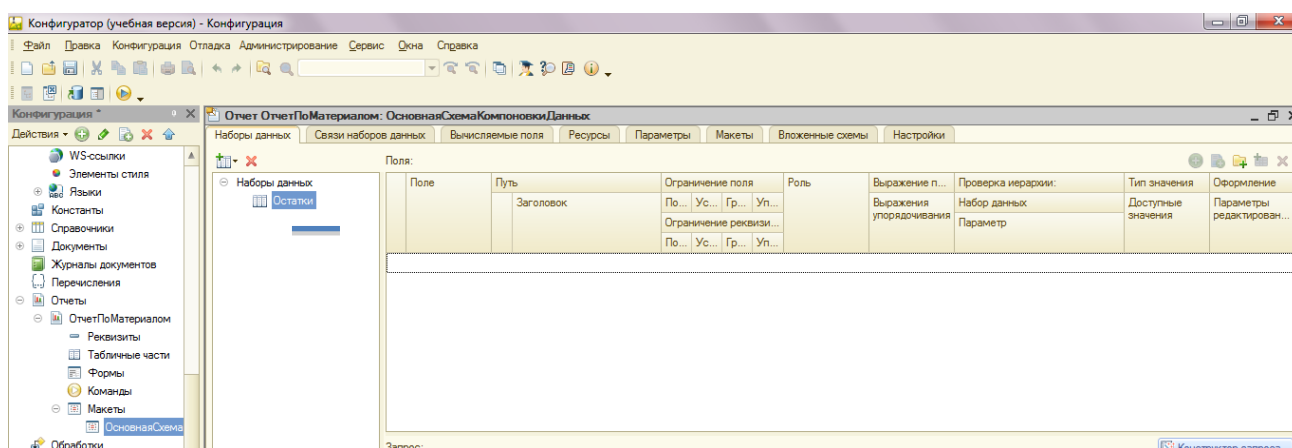

Рис.51. Добавление нового набора данных
4. Для добавления нового набора данных, на вкладке «Набор данных» необходимо нажать на таблицу с «+» (рис.51.).